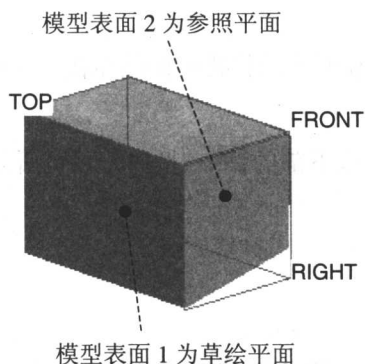

图 2.7 设置草绘平面
② 定义扫描轨迹的草绘平面及其参照面：选取如图 2.7 所示的模型表面 1 作为草绘平面，选择 **Okay (正向)** → **Top (顶)** 命令，选取如图 2.7 所示的模型表面 2 作为参照平面。